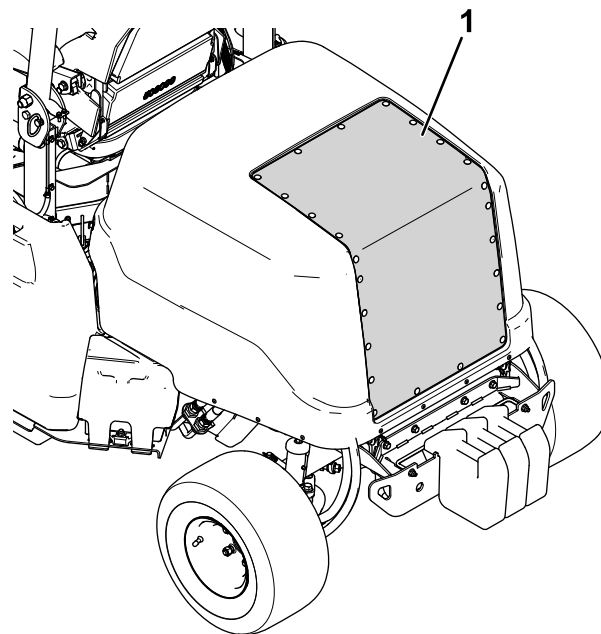

Figure 70
2. Nettoyez la grille du capot à l'air comprimé (voir Figure 70). Dirigez l'air de l'intérieur vers l'extérieur de la machine.